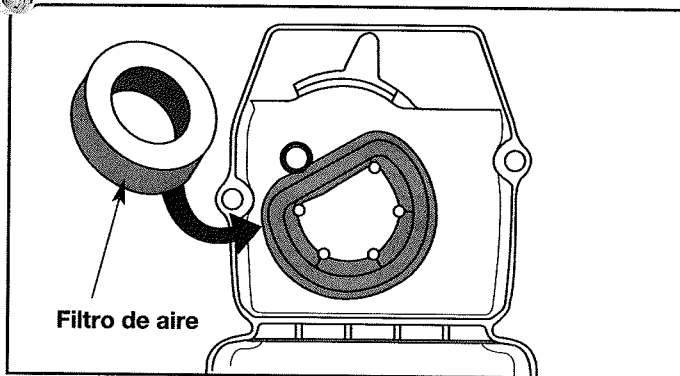

Fig. 24
2. Retire el filtro de aire de atrás del cárter de filtro de aire/tubo de escape (Fig. 24).
6. Vuelva a colocar el filtro de aire en el cárter del filtro de aire/tubo de escape (Fig. 24).